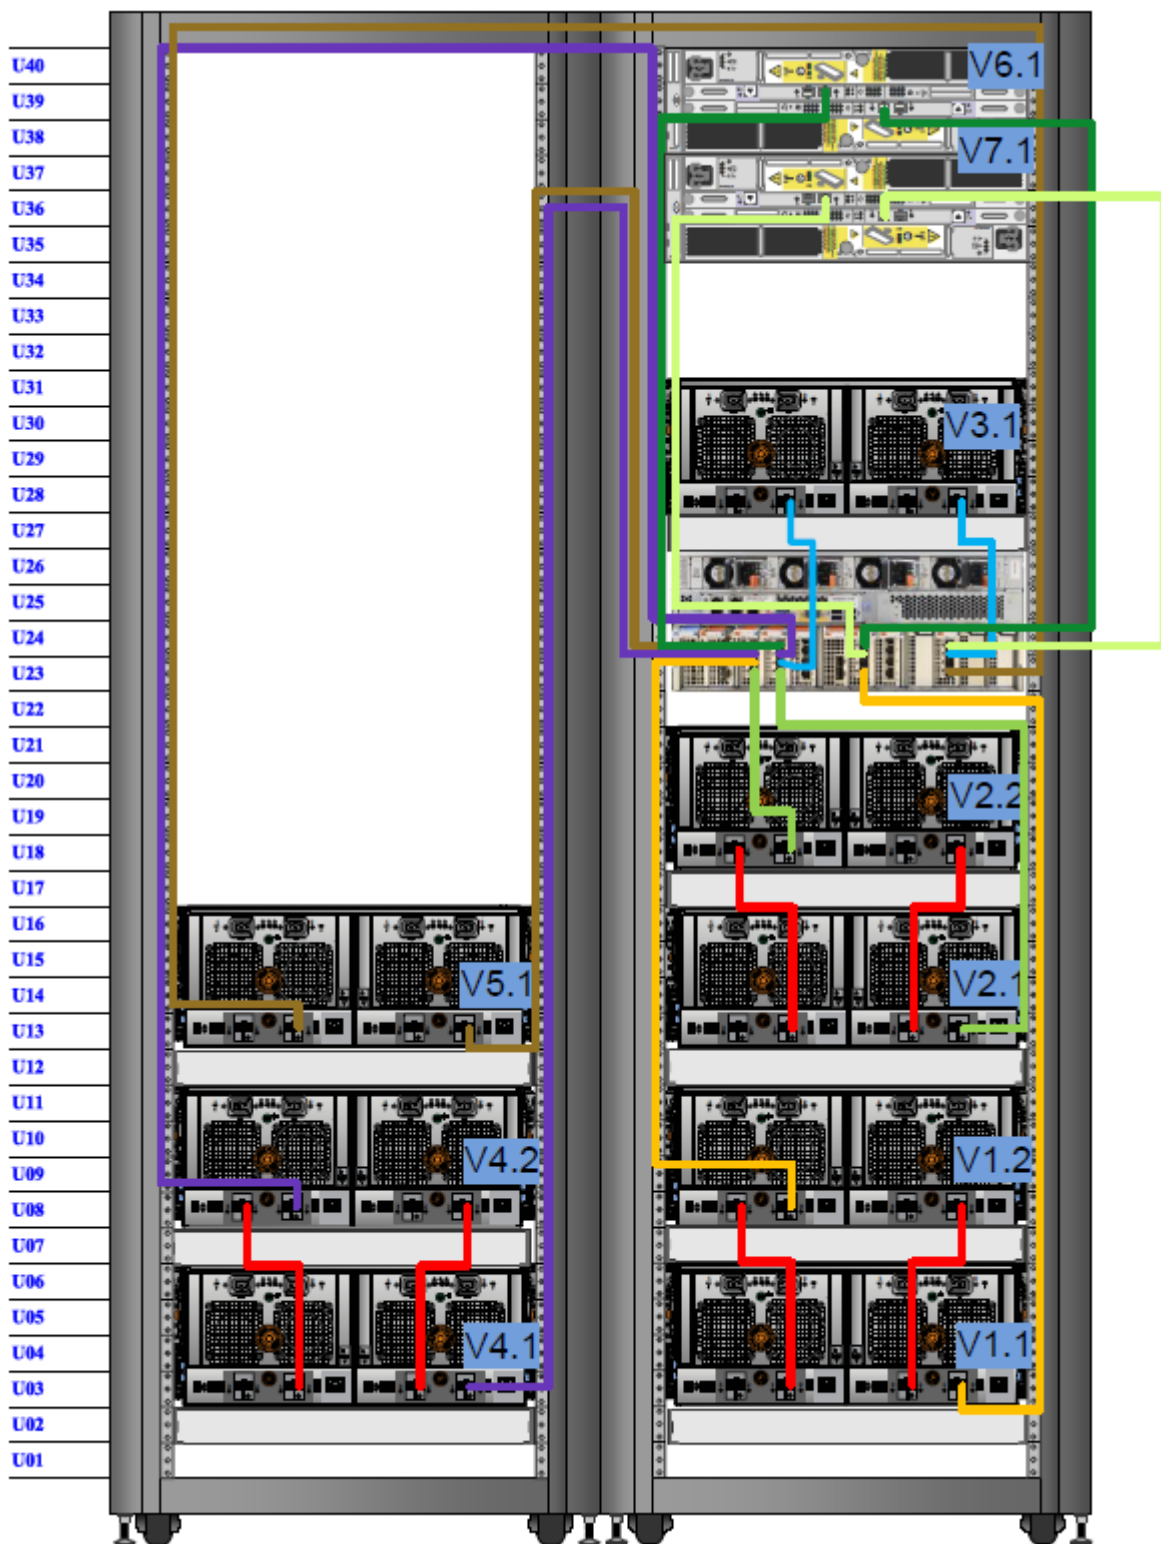

Рисунок 29. Подключение полок CX0-1125-60 к системе CX4-1127-00 с функцией Cloud Tier.
- CX4-1127-00 с DD Cloud Tier (Одиночный узел): таблица 16 и рисунок 29;